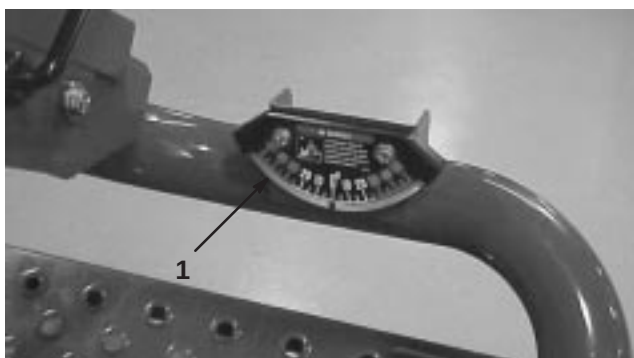

Figure 7
2. Vérifiez que la machine est de niveau en plaçant un inclinomètre à main (fourni avec la machine) sur la traverse de châssis près du réservoir de carburant (Fig. 7). L'inclinomètre doit indiquer 0 degré si l'on se place à la position de conduite.